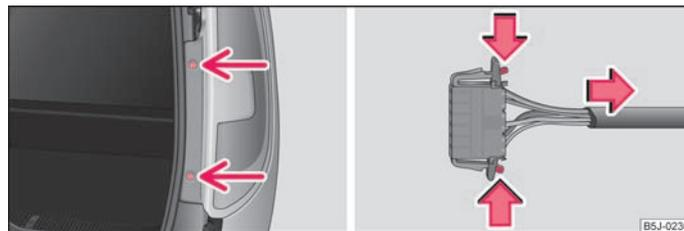

Abb. 160 Heckleuchteneinheit ausbauen / Steckverbindung trennen
- Schrauben Sie die Leuchte ab ⇒ **Abb. 160** - links.
- Trennen Sie die Steckverbindung ⇒ **Abb. 160** rechts.
- Schrauben Sie die Leuchte an → Abb. 160 links.